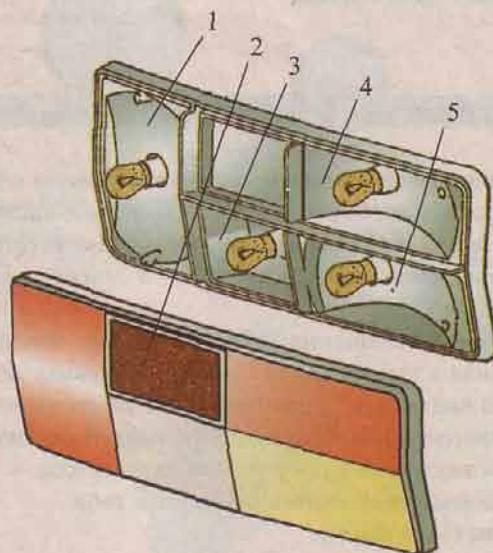

Рис. 62 Задний фонарь (правая сторона)
**Задние фонари** (рис. 62) имеют лампы габаритного света, которые включаются вместе с передними габаритными огнями. Там же находятся лампы стоп-сигналов, указателей поворота и заднего хода.